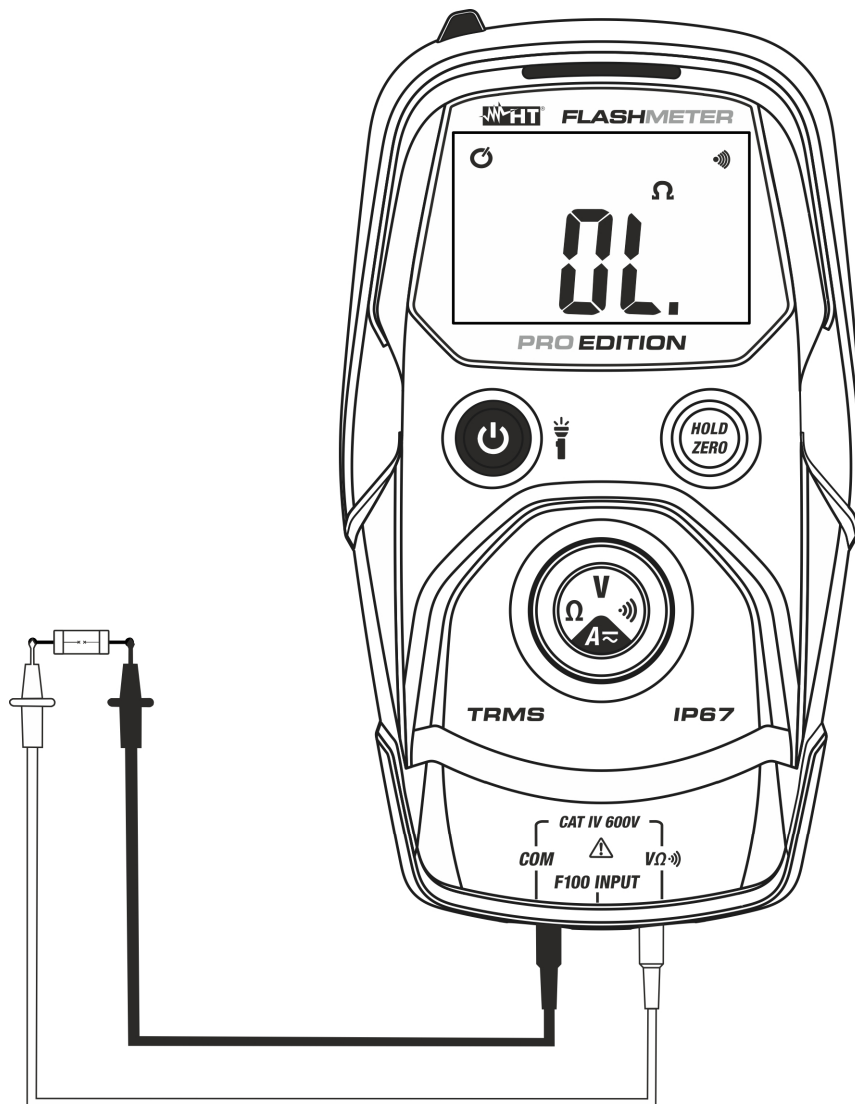

Fig. 6: Uso del instrumento para la prueba de continuidad
4. Posicione las puntas en el circuito examen (ver Fig. 6). El zumbador de continuidad estará activo para  $R < 50\Omega$